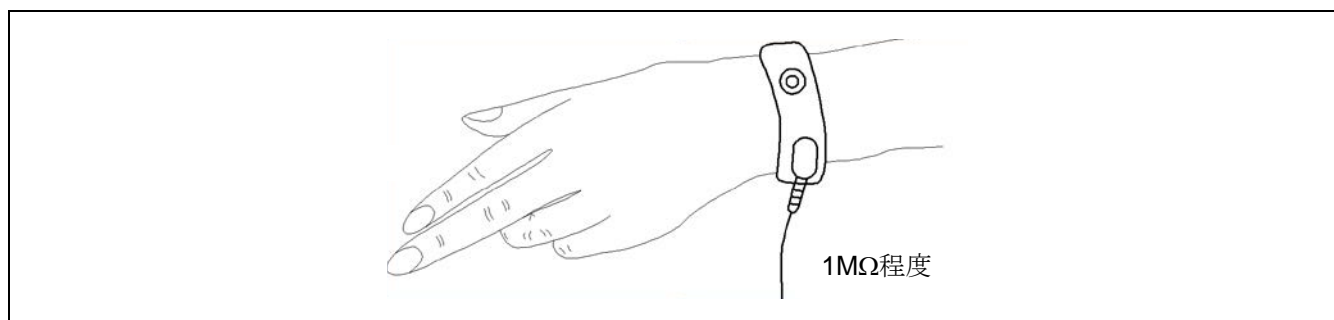

図 1 リストバンド装着例
- b. 作業者は、人体アースをしてください。その際は、リストバンドを装着し電源アースラインと同電位部に接続してください(図 1)。